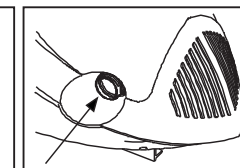

Рис. 3
• Фильтр воды на входе должен регулярно проверяться, чтобы избежать закупорки при подаче воды к насосу (Рис. 3).